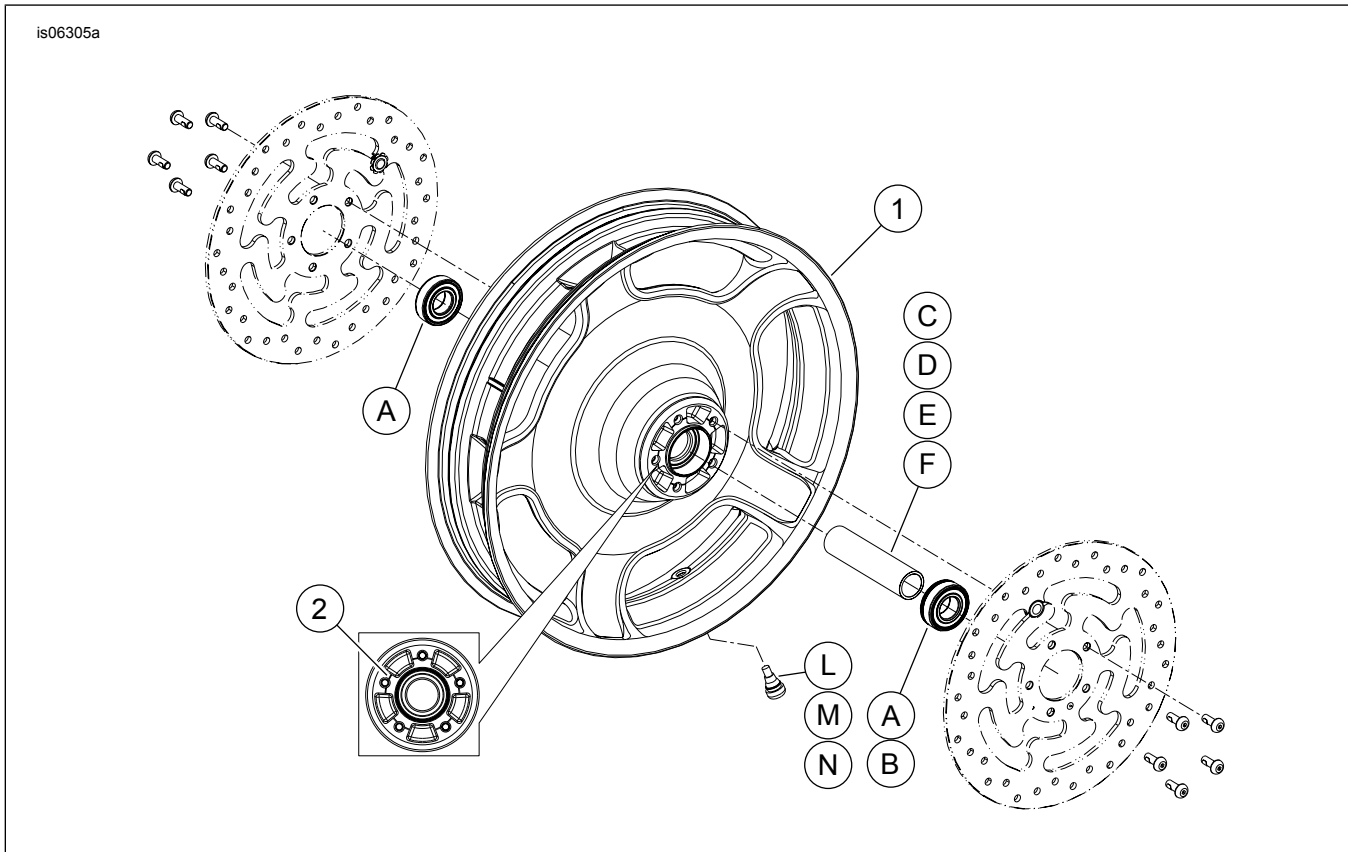

Figure 1. Pièces détachées : Roues noires à disque à fentes
Voir Figure 1 et les tableaux des pièces détachées.
2. Voir Figure 1. Installer l'assemblage de tige de soupape (L, M ou N) sur la roue. Voir PNEUS dans le manuel d'entretien.